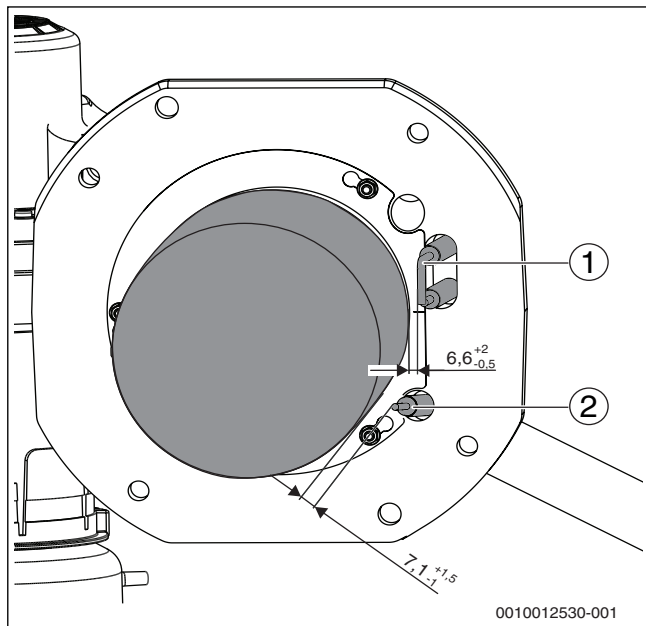

Рис. 55 Положение электродов (размеры в мм)
- ▶ Измерьте расстояния между электродами и сравните их со значениями на рис. 55.